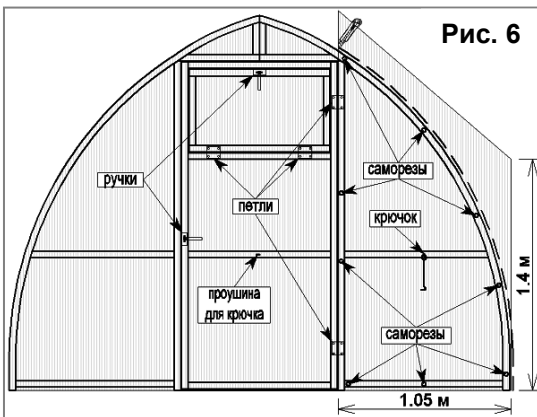

Рис. 6
5.2.6. Для покрытия правой стороны торца используйте вторую часть поликарбоната в виде трапеции (рис. 6). Закрепите саморезами и обрежьте по дуге.